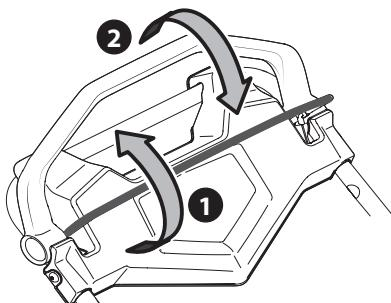

Figura 31
1. Una vez que el motor esté funcionando y mientras mantiene juntos los controles de la transmisión y la cuchilla, empuje el control de la transmisión hacia adelante para impulsar la cortadora. Cuanto más lejos se empuje el control hacia adelante, más rápido avanzará la cortadora (Figura 31).